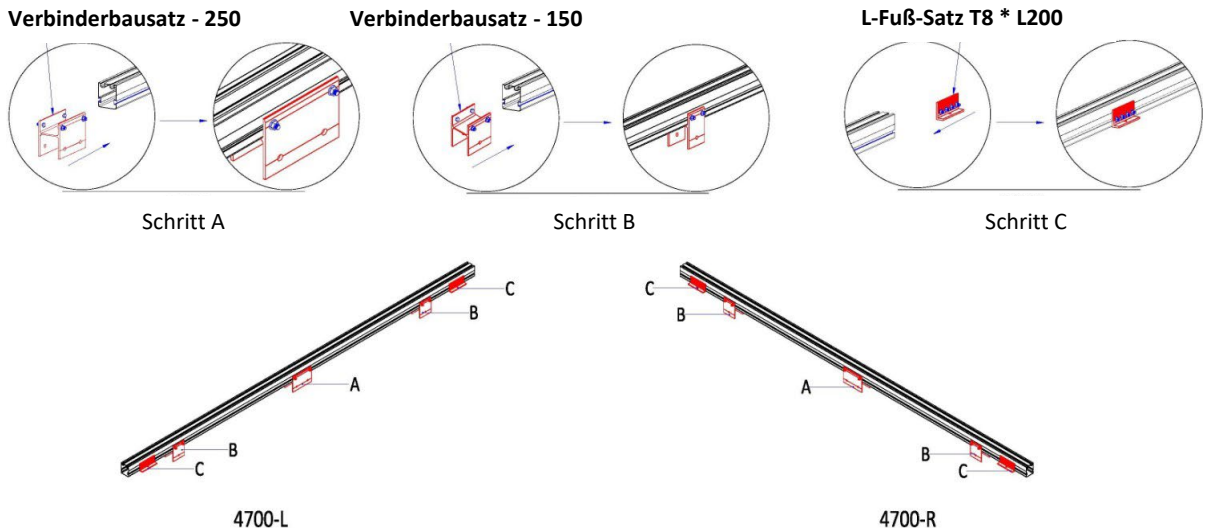

Abbildung 6
**Schritt 2:** Montieren Sie jedes Teil mit der Basisschiene 120 in der Reihenfolge ABC wie in der Abbildung 6 dargestellt. Die H100 Verbinderbausätze - 250 und 150 können direkt in den markierten Bereich geschoben (den Markierungen folgen) und dann zusammengebaut werden. Hinweis: Bitte tragen Sie entsprechende Arbeits- und Schutzausrüstung.